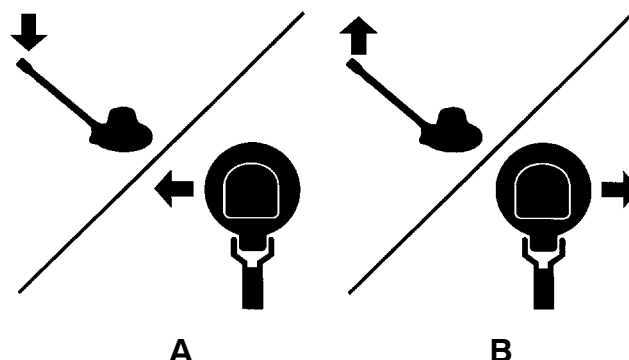

FIG. 5
5. Para girar à direita: Levantar ligeiramente o manípulo e a máquina avançará à direita. Para girar à esquerda: Baixar ligeiramente o manípulo e a máquina girará à esquerda. Trabalhar com a máquina movendo-se de lado a lado (Fig.5).